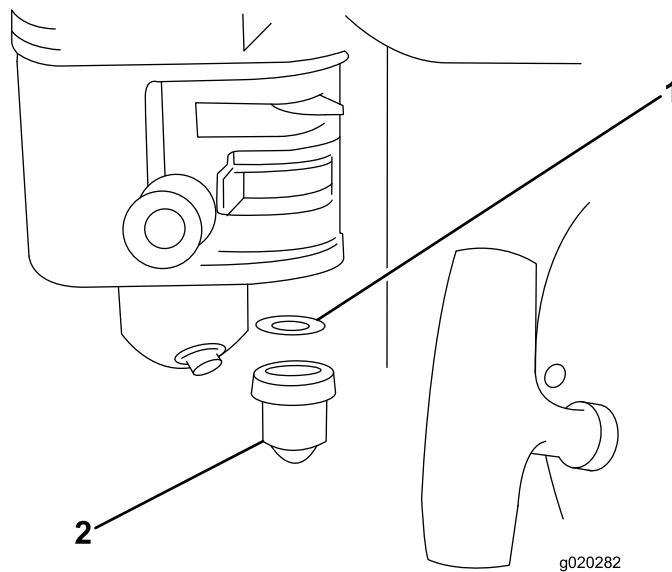

Figure 19
4. Déposez la cuvette de décantation et le joint torique (Figure 19).